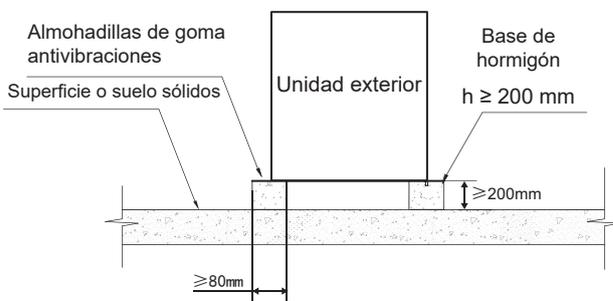

Fig. 6-5 Vista frontal de la estructura de la base
- 4) En la fig. 6-5 se muestra un diseño típico de base de hormigón. Una especificación típica de hormigón es 1 parte de cemento, 2 partes de arena y 4 partes de piedra triturada con una barra de refuerzo de acero. Los bordes de la base deben estar biselados.